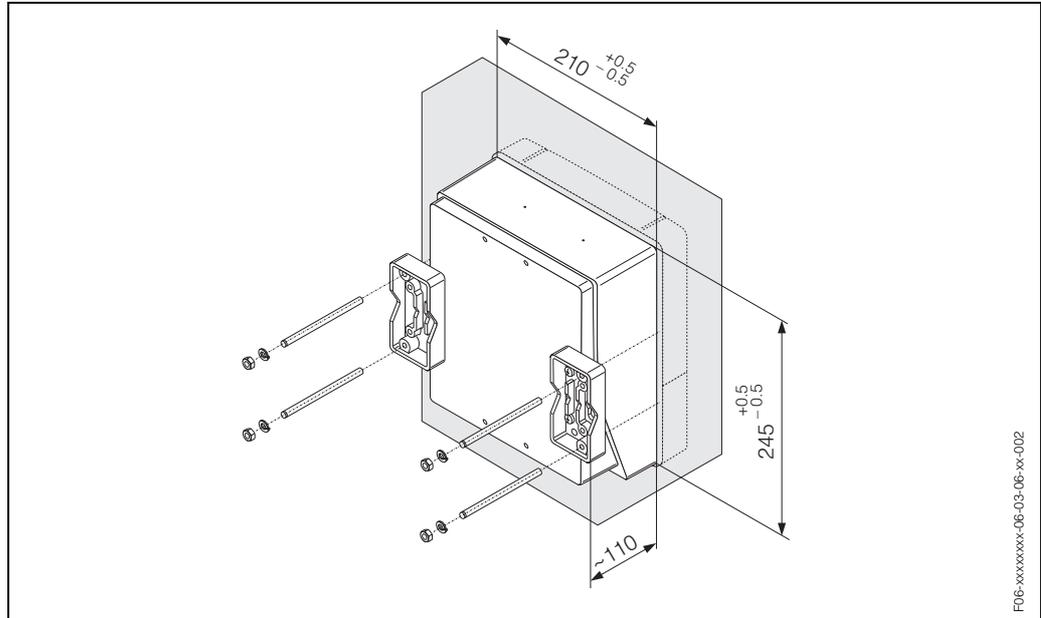

Abb. 27: Schalttafeleinbau (Wandaufbaugehäuse)
1. Einbauöffnung in der Schalttafel vorbereiten (Abb. 27).